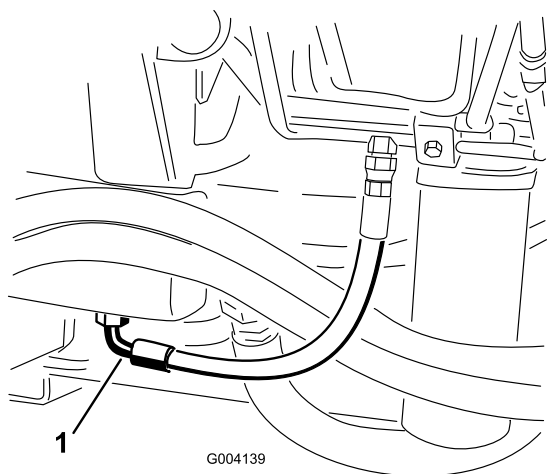

Figura 70
2. Coloque um recipiente de escoamento grande debaixo da união presa à parte de baixo do reservatório do fluido hidráulico (Figura 70).